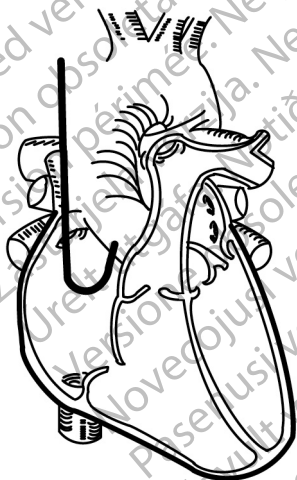

Figura 6. Colocación auricular
3. Para colocar el cable auricular preformado con forma en J, sujete el estilete de manera que no se mueva y mantenga la observación fluoroscópica mientras hace avanzar la punta del cable hasta que la punta entre en la orejuela auricular y quede alojada en ella (Figura 6 Colocación auricular en la página 17).